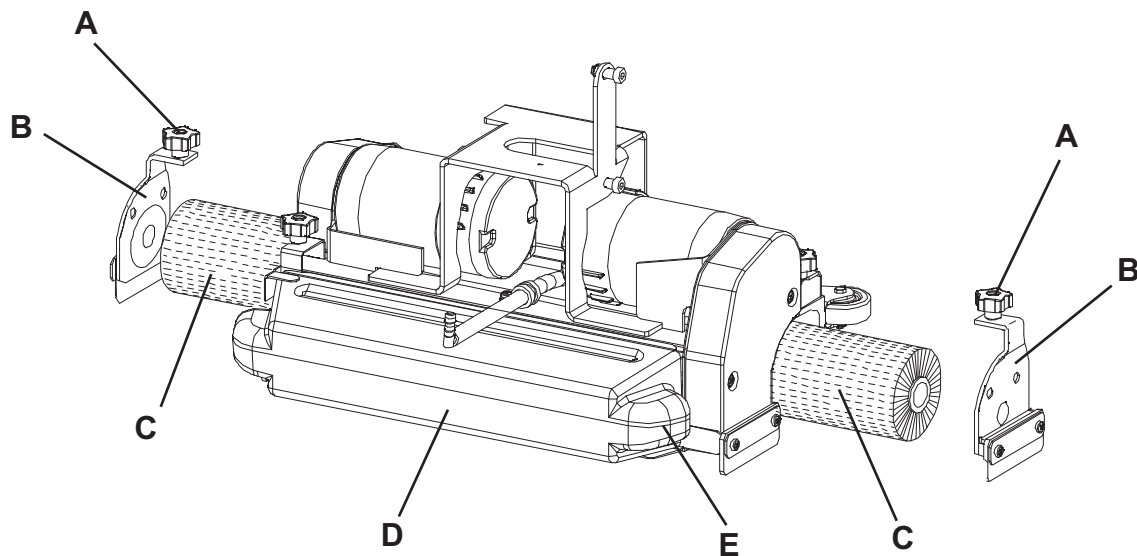

Figure 3
1. Positionner la clé de contact (80) sur "0".
2. Soulever la tête porte-brosses cylindriques en appuyant sur la pédale (11).
3. Tourner les boutons (A, Fig. 3) et enlever les portillons (B) en les poussant vers le bas tout en exerçant une pression sur les boutons.
4. Installer les brosses cylindriques (C).